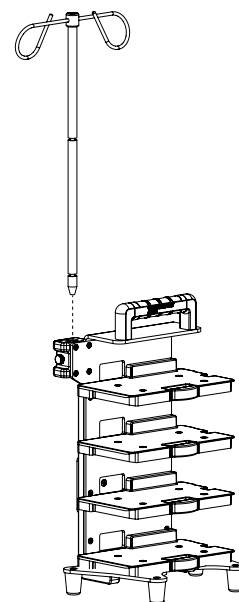

Figure 18: Retrait de la tige à soluté
1. Tirer et maintenir le bouton à déclenchement rapide du support de la tige à soluté, retirer la tige à soluté (Figure 18), puis relâcher le bouton.